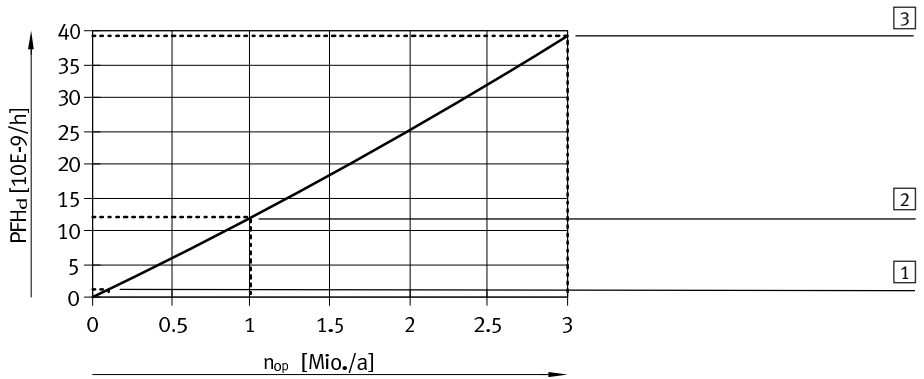

Fig. 12 PFH_d-Wert¹⁾ in Abhängigkeit von der mittleren Anzahl jährlicher Betätigungen n_{op}
– Diagnosedeckungsgrad (DC)	99 %, wenn die logische Verknüpfung von Ansteuersignal und Signalwechsel des Näherungsschalters (Erwartungshaltung) bei jeder Betätigung der beiden Magnetventile geprüft wird
– Wahrscheinlichkeit eines Gefahr bringenden Ausfalls pro Stunde (PFH _d)	→ Tab. 10 und Fig. 12
Der Steuerblock stellt ein 2-kanaliges Subsystem dar. Die Kennwerte zur Sicherheitstechnik (→ Tab. 9) gelten pro Kanal. Der PFH_d-Wert des Subsystems (→ Tab. 10 und Fig. 12) kann z. B. mit SISTEMA²⁾ berechnet werden anhand folgender Werte: